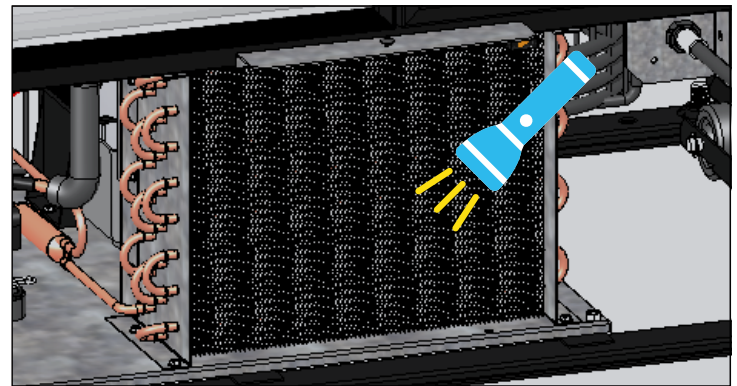

Fig. 4. Compruebe que se hayan eliminado todas las obstrucciones.
4. Después de eliminar la suciedad de la superficie del serpentín, use una linterna para verificar que puede ver a través del serpentín y observar cómo gira el aspa del ventilador del condensador. Véase la fig. 4.